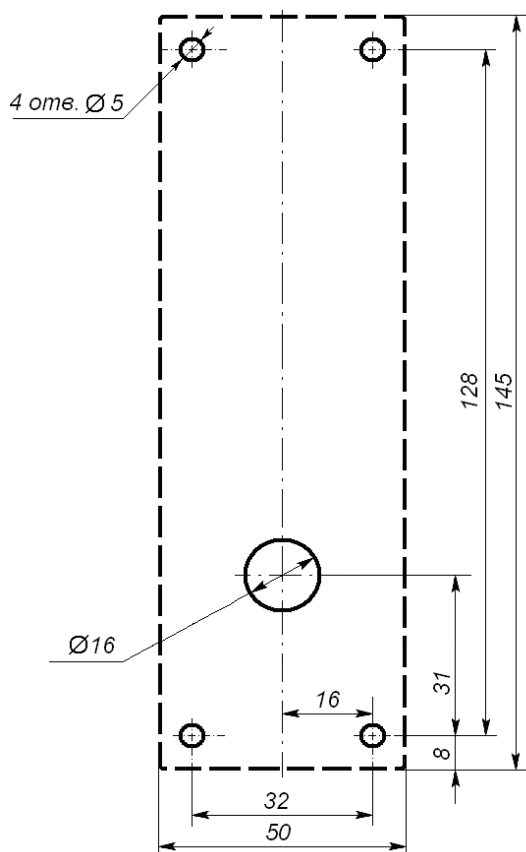

Рисунок 3 Разметка отверстий для установки считывателя (пунктиром показаны габариты корпуса считывателя)
3. Произведите разметку и разделку отверстий на установочной поверхности для крепления металлического основания и проводки кабеля от считывателя (см. рисунок 3).